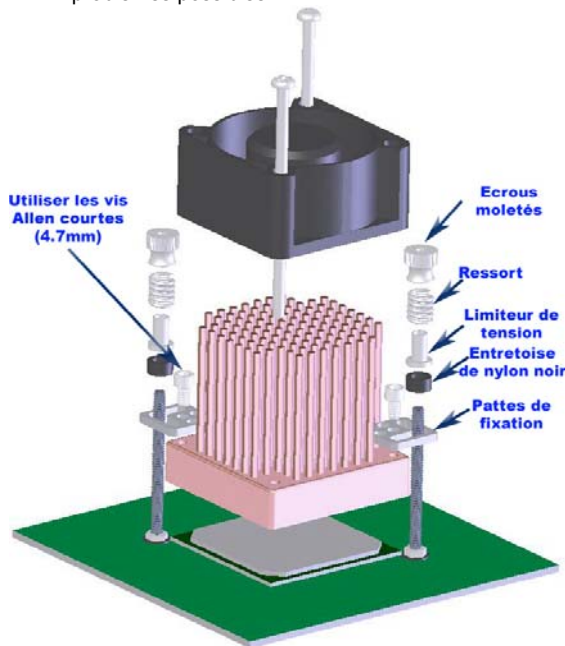

Figure 7
- a. Les pattes de fixation seront vissées directement sur le dissipateur, comme présenté en figure 7
- ❑ Installez les entretoises et ressorts comme indiqué en figures 7 ou 8 selon le cas, et serrez les écrous moletés graduellement jusqu'à ce que vous sentiez la résistance exercée par les limiteurs de tension.